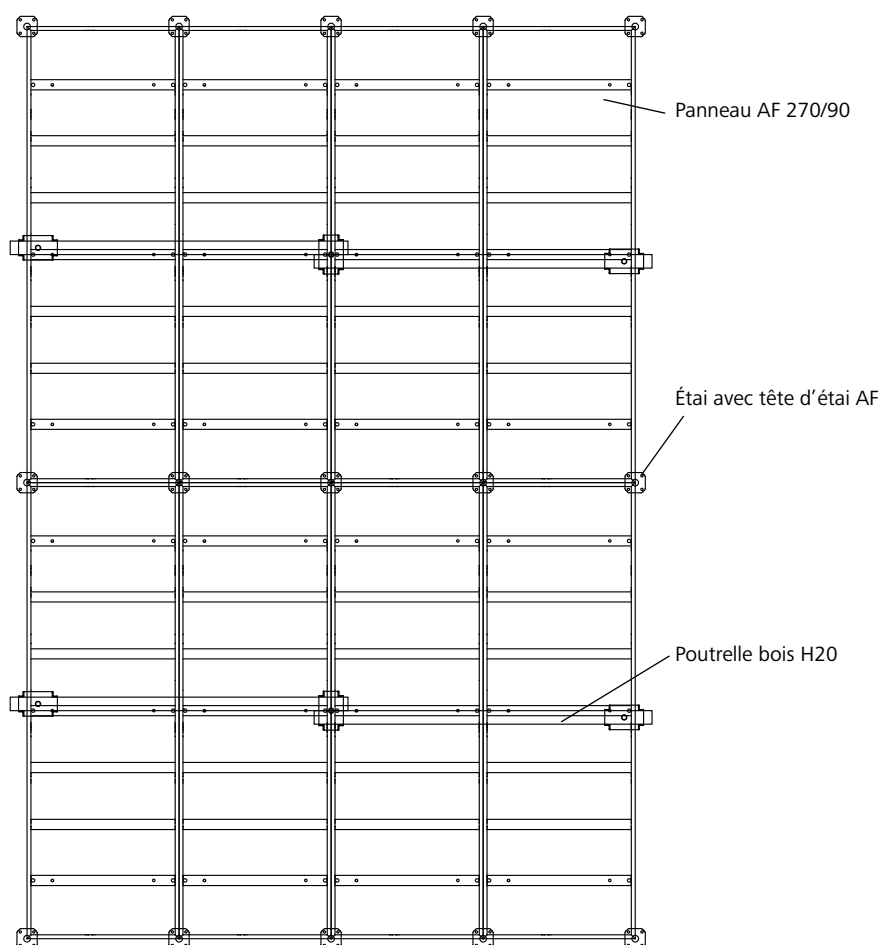

Fig. 14.2 Poutrelle bois H20 utilisée comme poutre à une seule travée
**Charges admissibles avec panneaux AluFix de 270/90 et appui central sur poutrelle H20 à une seule travée (Fig. 14.2)**